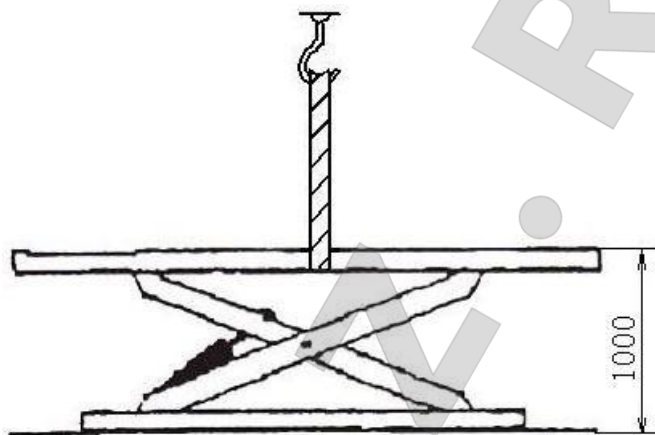

Рис. 17
- При помощи вилочного погрузчика, либо иного ГПМ, поднять платформы (рис.17), установить их на станины, закрепить болтами.